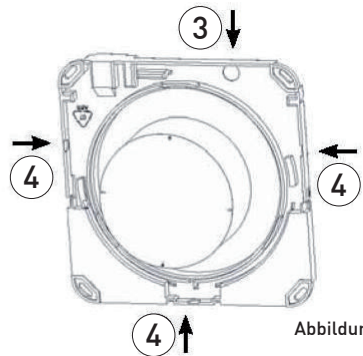

Abbildung 9
2. Brechen Sie die für das Legen von Verbindungen vorgesehene Blende auf (3), im Falle von offen liegenden äußeren Verbindungen, brechen Sie die dafür vorgesehenen Blenden auf dem Motorträger und auf dem Deckel (4) auf (Abbildung 9).